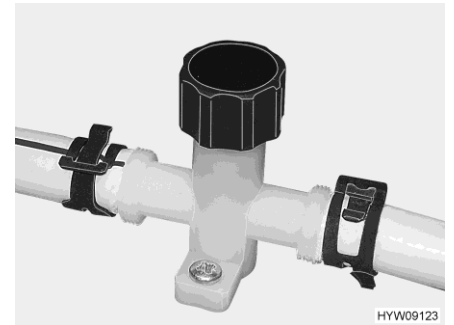

Bild 126 Avtappningskran (vattenledning)
- Stäng avtappningskranarna (Bild 126). Vrid locket medurs. Säkerhets-/avtappningsventilens och avtappningskranarnas monteringsställen anges i avsnittet 10.7 i slutet av detta kapitel.